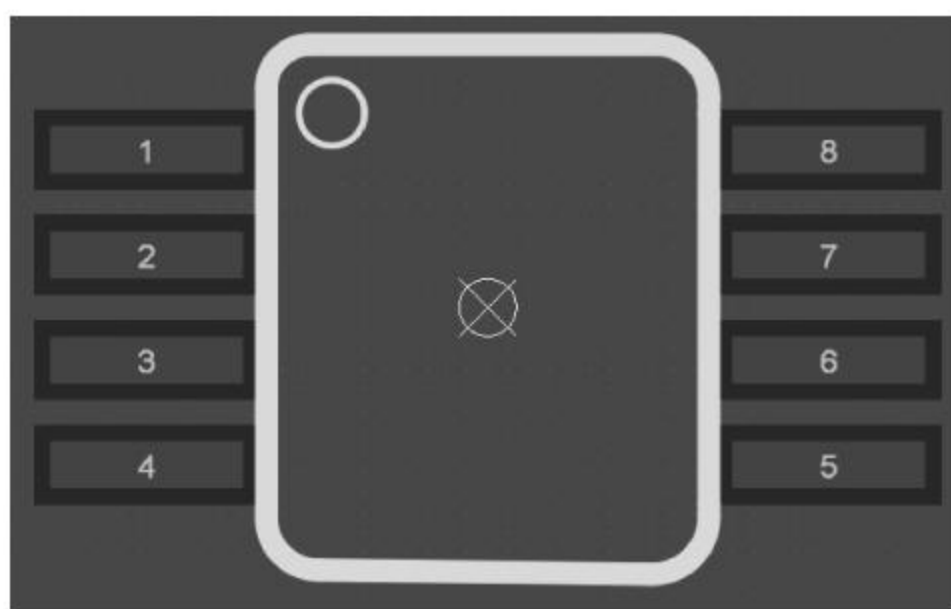

图 3-41 创建好的封装
(10) 检查以上参数无误后,即完成了封装的创建,如图 3-41 所示。